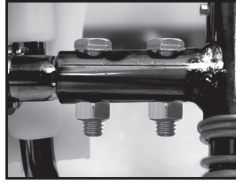

Figure 5
La poignée de pompe s'installe à l'une ou l'autre extrémité de l'arbre de la pompe (A). Pour installer la poignée de pompe, placez la poignée (C) sur l'arbre (A) en alignant le trou de la poignée de pompe et le trou de l'arbre. Glissez les boulons (B) à travers des trous vis-à-vis, comme montré aux figures 1 à 4. Serrez l'écrou (D) au boulon. Il y a dans trous dans la poignée de la pompe pour permettre un montage de droitier (fig. 5) ou gaucher (fig. 6).